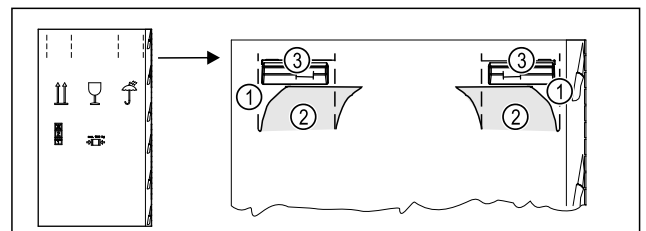

Fig. 6
- ▶ Продавити пакувальний картон зверху по лінії перфорації Fig. 6 (1).
- ▶ Витягнути видавлені частини Fig. 6 (2).
- ▶ Зліва і справа видно ручку для перенесення Fig. 6 (3).
- ▶ Взяти пристрій за ручки для перенесення Fig. 6 (3).